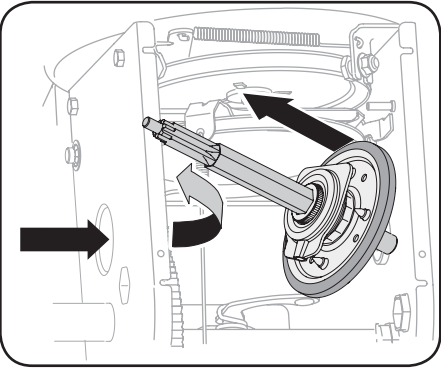

Figure 4-22
6. Abaissez doucement l'arbre hexagonal vers la gauche avant de faire glisser la roue de frottement de l'arbre. Voir la Figure 4-22.